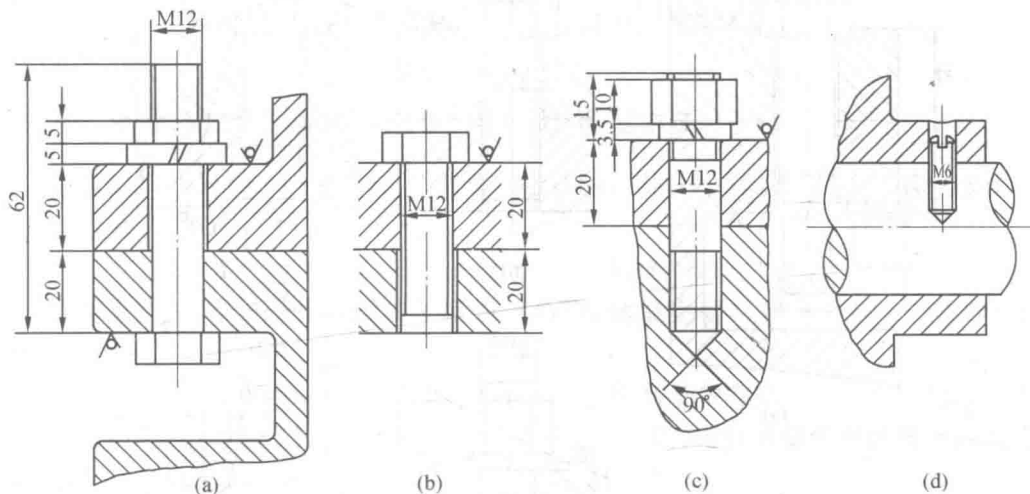

图 2.15 螺纹连接结构
【例 2.9】 试找出图 2.15 中螺纹连接结构的错误,说明原因,并就图改正。已知被连接件材料均为 Q235,连接件均为标准件。图 2.15(a) 为普通螺栓连接、(b) 为螺钉连
1. 普通螺栓连接(图 2.15(a))
2. 螺钉连接(图 2.15(b))
3. 双头螺柱连接(图 2.15(c))
4. 紧定螺钉连接(图 2.15(d))